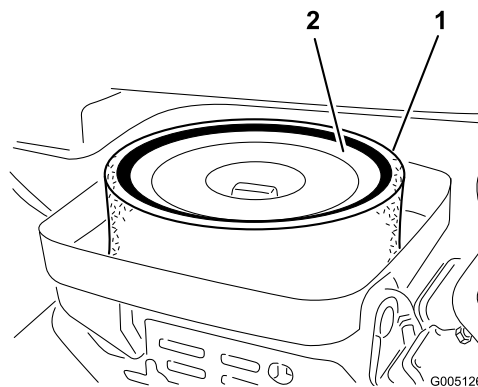

Figura 33
3. Se l'elemento in schiuma sintetica è sporco, rimuoverlo dall'elemento di carta (Figura 33). Pulitelo accuratamente come indicato di seguito: